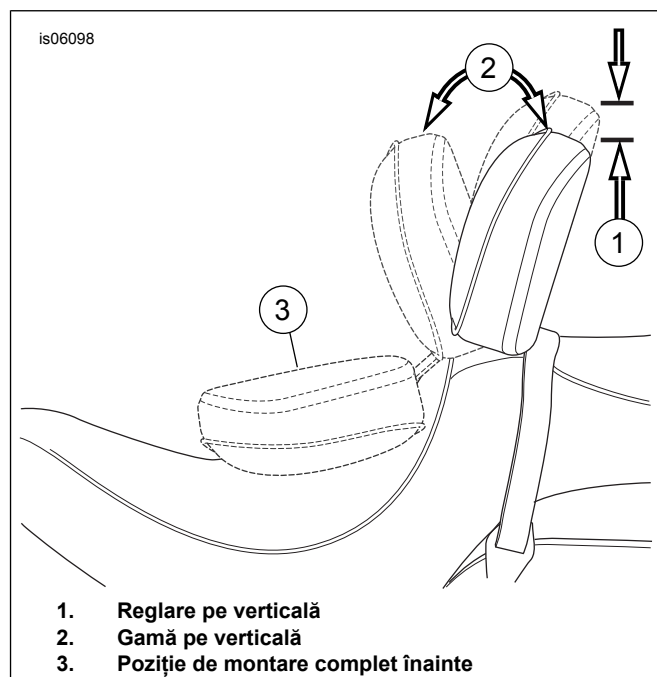

Figura 8. Poziții spătar
7. A se vedea figura 8. Cu spătarul și scaunul la loc, împingeți spătarul în poziția complet înainte (3). Mecanismul de spătar va apăsa pe partea inferioară a scaunului și pe apărătoarea inserată pe scaun.
1. A se vedea figura 8. Mânerul de reglare se folosește pentru a deplasa perna spătarului în pozițiile înainte și înapoi.
2. Pentru a regla perna spătarului înainte sau în spate (2), împingeți mânerul. Sprijinirea pe spate pe perna spătarului va ajuta la ajustarea sa spre spate. Dacă nu vă sprijiniți greutatea pe perna spătarului în timp ce împingeți mânerul, spătarul va reveni la poziția sa complet înainte. Eliberarea mânerului va bloca spătarul în poziția respectivă.
3. Pentru a regla perna spătarului în sus și în jos (1), trageți butonul de pe partea din spate a pernei. Mișcați spătarul în sus sau în jos, apoi eliberați atunci când perna este în poziția dorită.